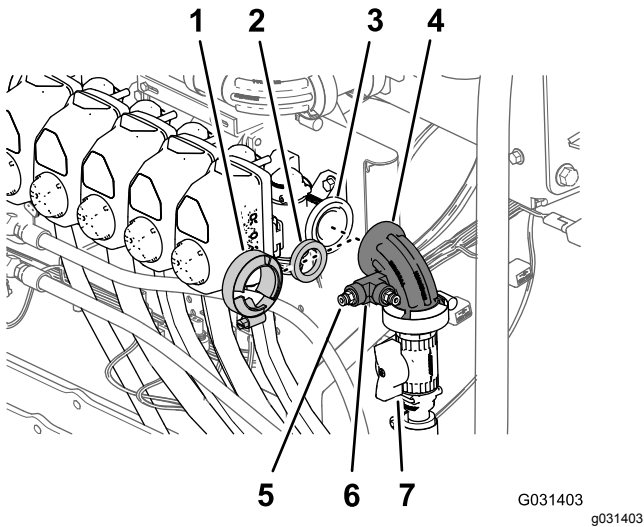

Bild 185
1. Fluchten Sie die Dichtung und den 90°Krümmer für die Schlauchtrommel mit dem Flansch von Düsenventil 10 aus (Bild 185).
2. Befestigen Sie den Krümmer und die Dichtung mit einer Flanschklamme am Ventil und ziehen Sie die Klemme mit der Hand an (Bild 185).
3. Tragen Sie PTFE-Gewindedichtungsmittel auf das Gewinde der Schlauchkupplung auf und setzen die Schlauchkupplung in das T-Anschlussstück, wie in Bild 185 abgebildet.